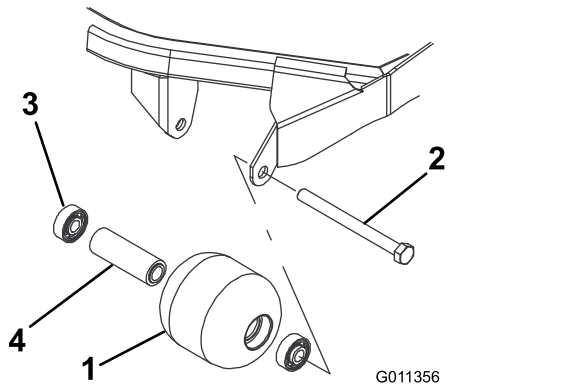

Bild 126
1. Entfernen Sie die Rollenbefestigungsschraube (Bild 126).
1. Drücken Sie das erste Lager in das Rollengehäuse (Bild 126). Drücken Sie dabei nur auf den äußeren Ring oder gleichmäßig auf die inneren und äußeren Ringe.
2. Setzen Sie ein Distanzstück ein (Bild 126).
3. Drücken Sie das zweite Lager in das Rollengehäuse (Bild 126). Drücken Sie gleichmäßig auf den inneren und äußeren Ring, bis der innere Ring das Distanzstück berührt.
4. Prüfen Sie das Rollengehäuse, die Lager und das Distanzstück auf Beschädigungen (Bild 126). Tauschen Sie alle beschädigten Teile aus und bauen Sie alles wieder zusammen.